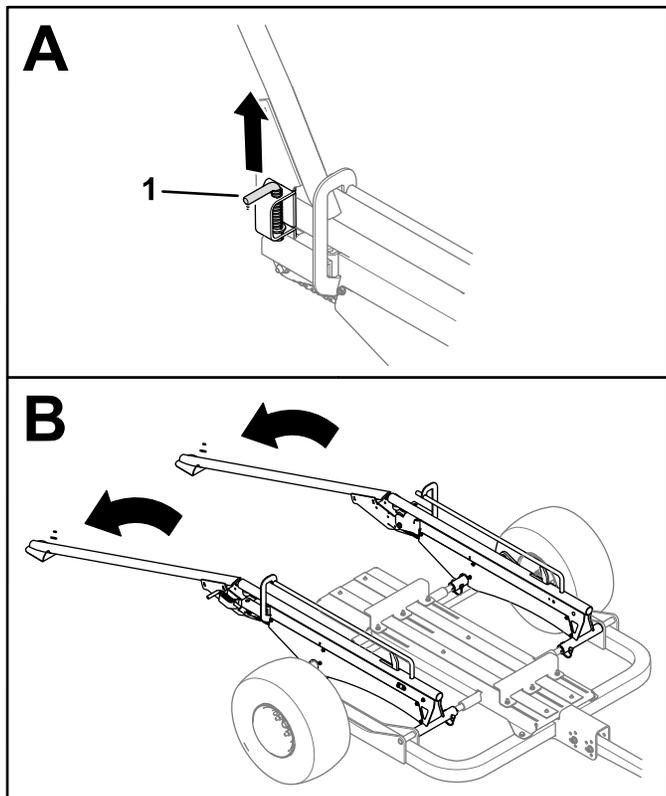

図 28
2. トレーラ両側のラッチピンを引いて、レールまたはランプを地表面に降ろす 図 28。